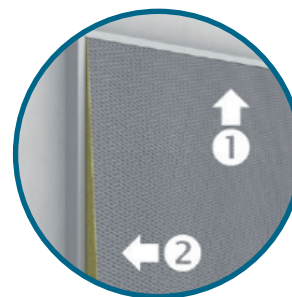

Рис. 5
**2.1.** Аккуратно установите панели в ячейку. Монтаж начинают с крайнего ряда. Верхнюю панель заведите в горизонтальный П-профиль до упора, а затем сдвиньте панель в вертикальный П-профиль. (Рис. 5)